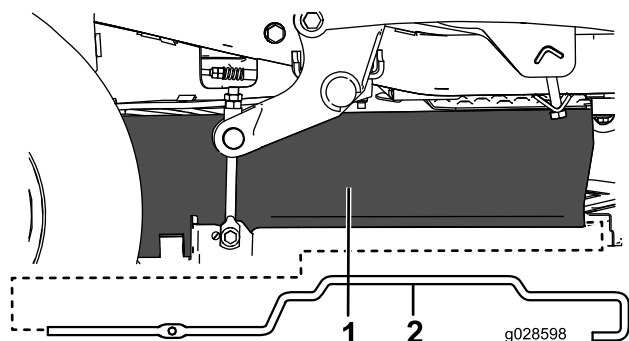

Figure 8
2. Insérez la nouvelle tringle de support dans le rideau (Figure 8).